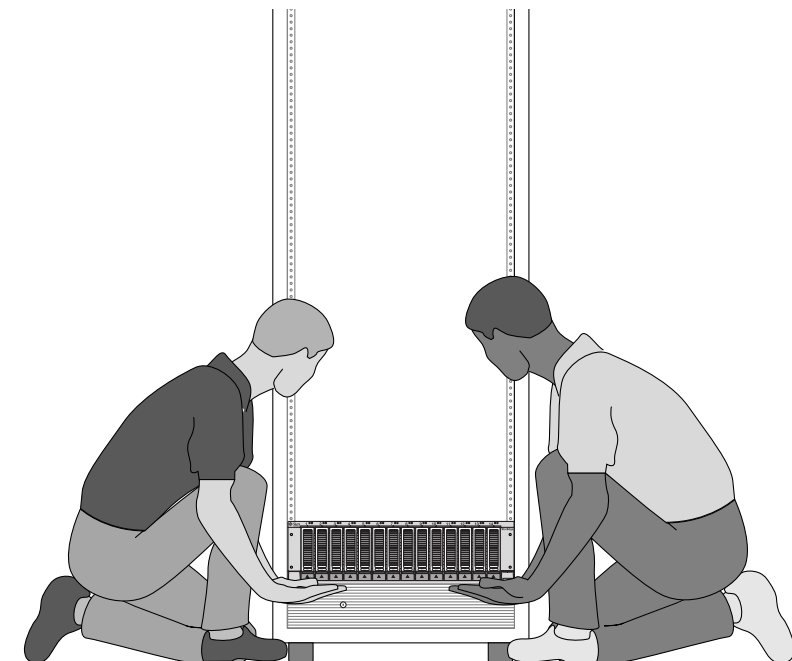

図 2-14 格納装置のキャビネットへの配置
2. 2人で作業を行います。格納装置の両側に1人ずつ立ち、格納装置を慎重に持ち上げて、左右のレールの下部の棚になった部分に載せます(図2-14)。